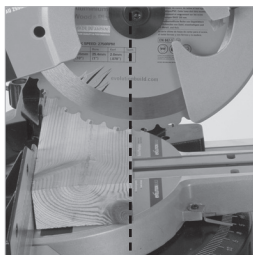

Fig. 27
- Saisissez la poignée de coupe et tirez la tête de coupe vers l'avant jusqu'à ce que le mandrin (le centre de la lame) soit au-dessus du bord central de la pièce à usiner (**Fig. 27**)